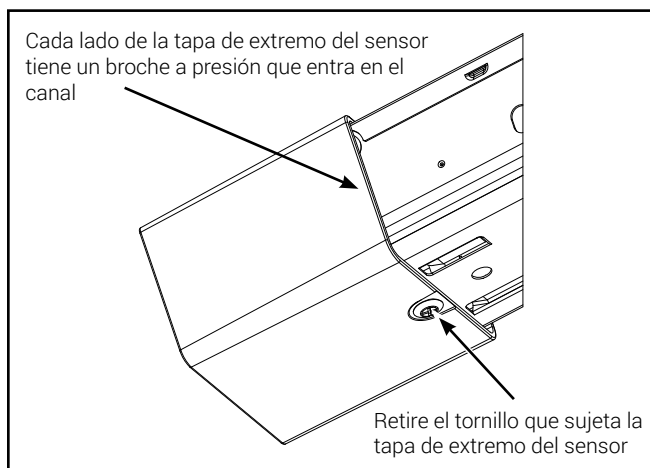

Figura 1.
1. Si el luminario ya tiene instalada la tapa de extremo del sensor, retírela (Figura 1) antes de quitar la cubierta.